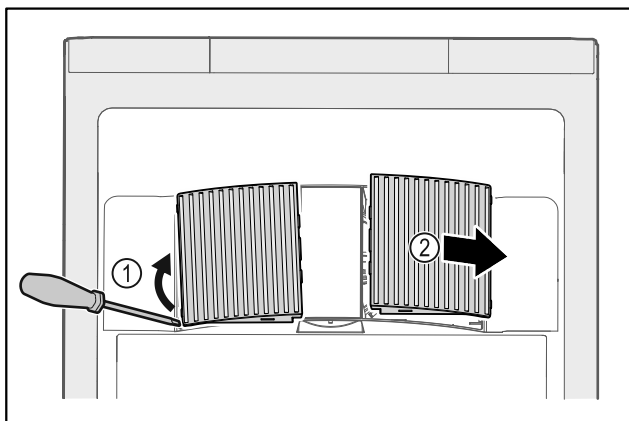

Fig. 227
- Z boku opatrně vytáhněte ventilátorové kryty Fig. 227 (1) a sejměte je směrem dopředu Fig. 227 (2).